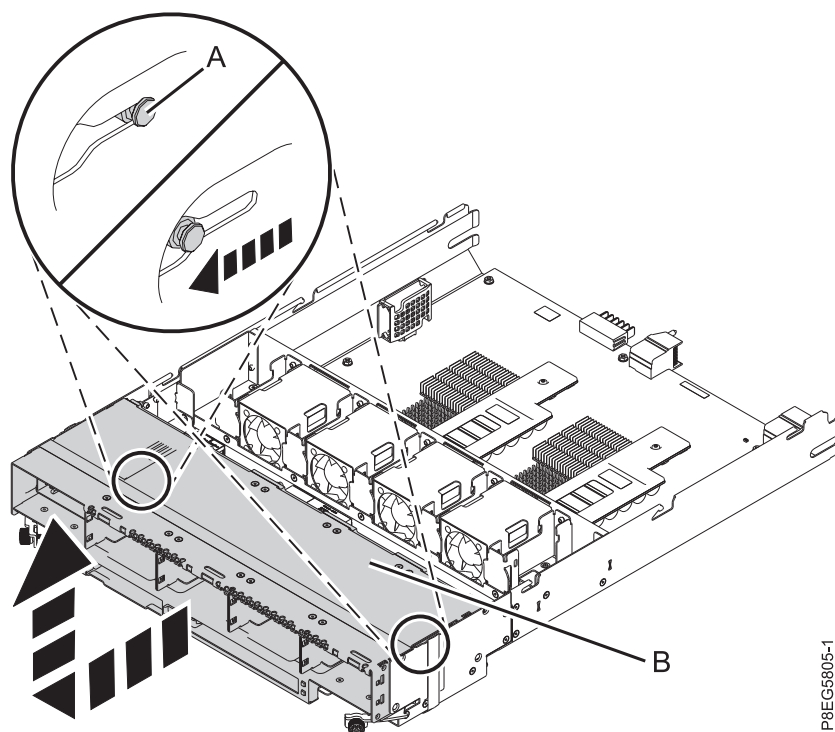

図 13. ディスク・ドライブ・バックプレーンの取り外し
13. 両手でディスク・ドライブ・バックプレーン (B) をつかみ、ディスク・ドライブ・バックプレーンの底側にあるピン (A) が RAID アセンブリーのスロットから外れるまで手前に引きます。次に、13 ページの図 13 に示すように、ディスク・ドライブ・バックプレーンを持ち上げて取り外します。